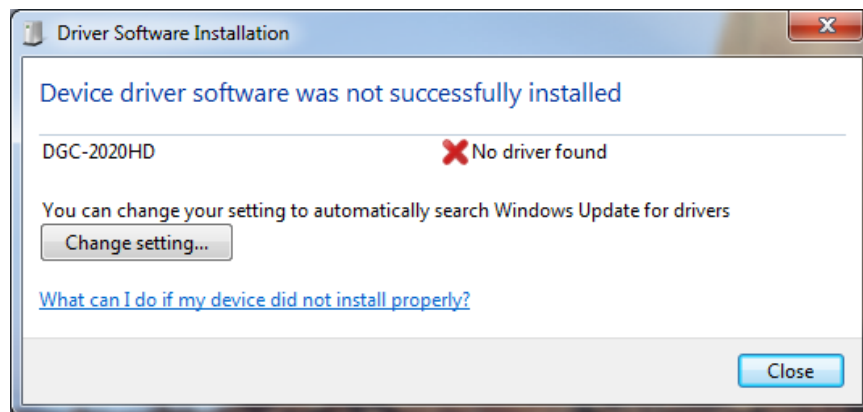

Abbildung 24-1. Installation der Treibersoftware
- Schritt 1. Wenn Meldung aus Abbildung 24-1 angezeigt wird, schließen Sie alle Anwendungen und starten Sie den Computer neu.